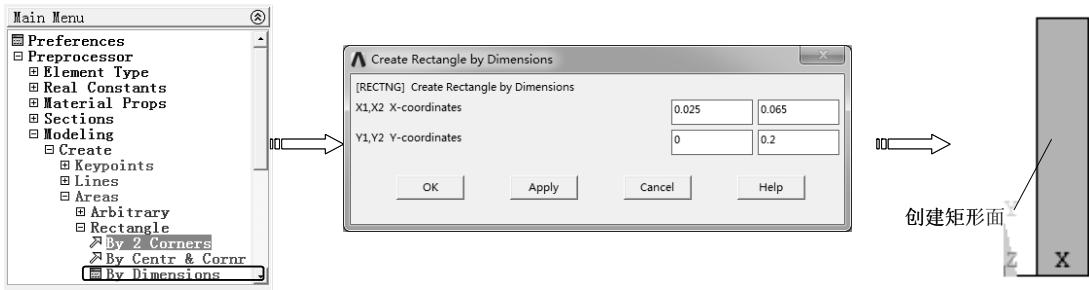

图 8-56 几何尺寸创建矩形面
1) 选择“Main Menu>Preprocessor>Modeling>Create>Areas>Rectangle>By Dimensions”命令，弹出“Create Rectangle by Dimensions”对话框，输入顶点坐标 (0.025,0)、(0.065,0.2)，创建矩形面，如图 8-56 所示。